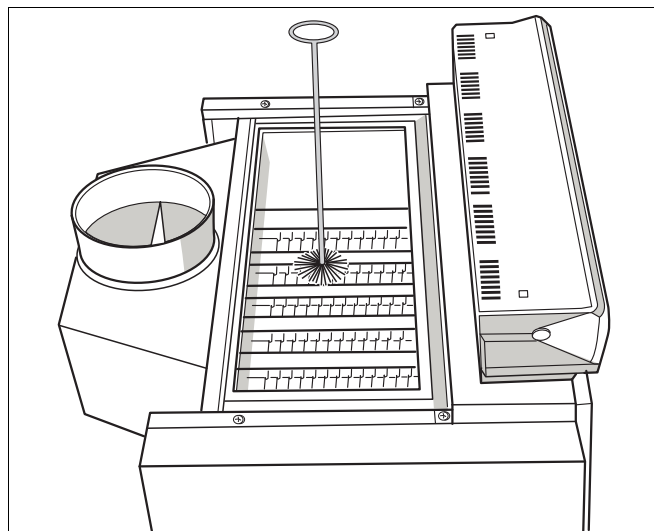

Рис. 41 Чистка щетками
- Прочистите щеткой газоотводящие каналы (Рис. 41).